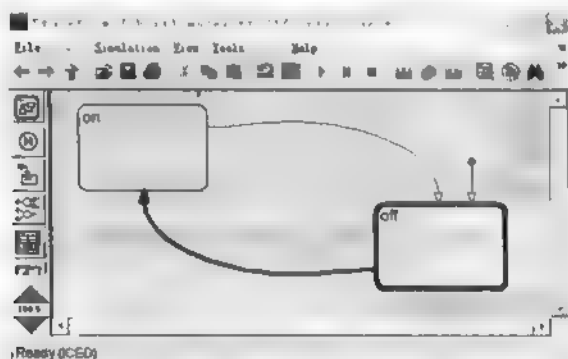
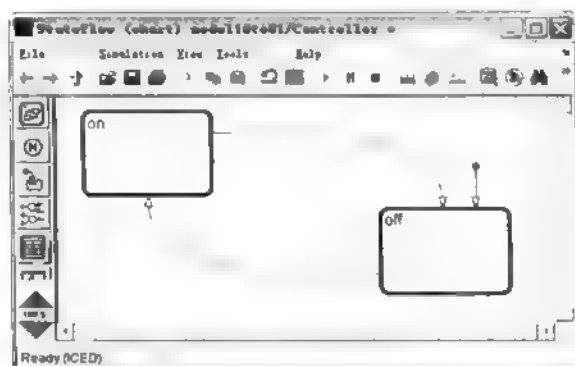

图 16.28 状态 off 到状态 on 迁移开始
图 16.29 状态 off 到状态 on 迁移结束
(5) 在 Simulink 窗口再次双击 Manual Switch 模块,这就为 Stateflow 图表发送另外一个触发信号,就会执行 off 到 on 的迁移,此时迁移就会变为蓝色并加粗,随即状态 off 变为黑色,同时状态框变细,同时状态 on 变为蓝色并加粗,随即迁移变为黑色,同时迁移线变细,如图 16.28~图 16.29 所示。